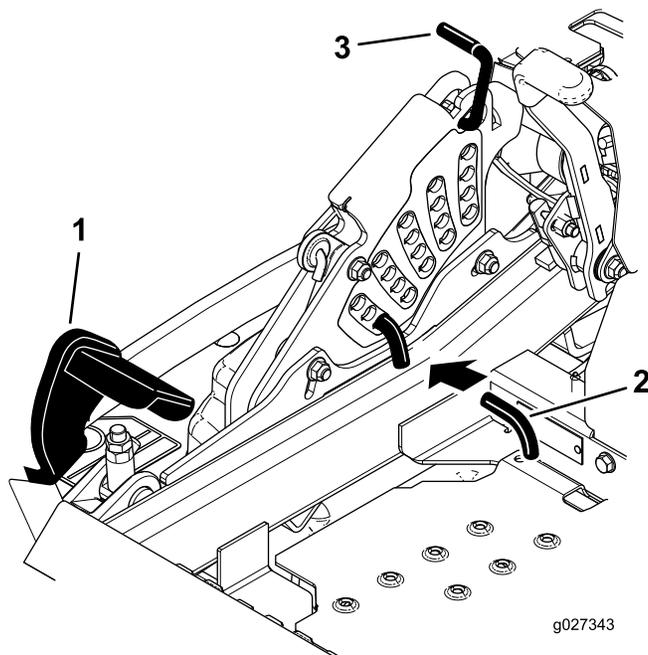

Figura 26
2. Pise el pedal de elevación de la carcasa y eleve la carcasa a la posición de transporte (que es también la posición de altura de corte de 140 mm - 5½"); consulte Figura 26.
3. Para ajustar la altura de corte, gire el pasador 90 grados y retire el pasador del soporte de altura de corte (Figura 26).
4. Seleccione el taladro del soporte de altura de corte que corresponde a la altura de corte deseada, e inserte el pasador (Figura 26).